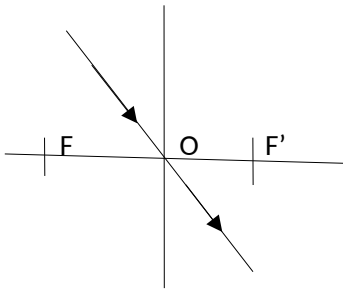

Fig.1
- Tout rayon incident passant par le centre optique n'est pas dévié (fig.1)